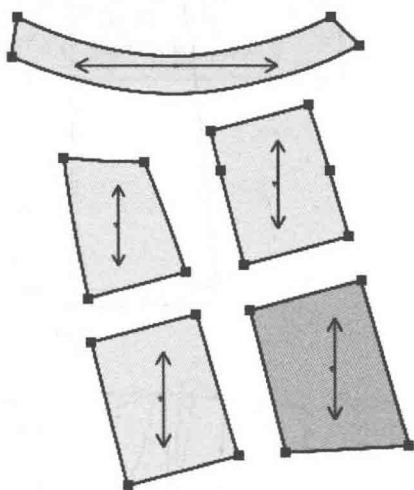
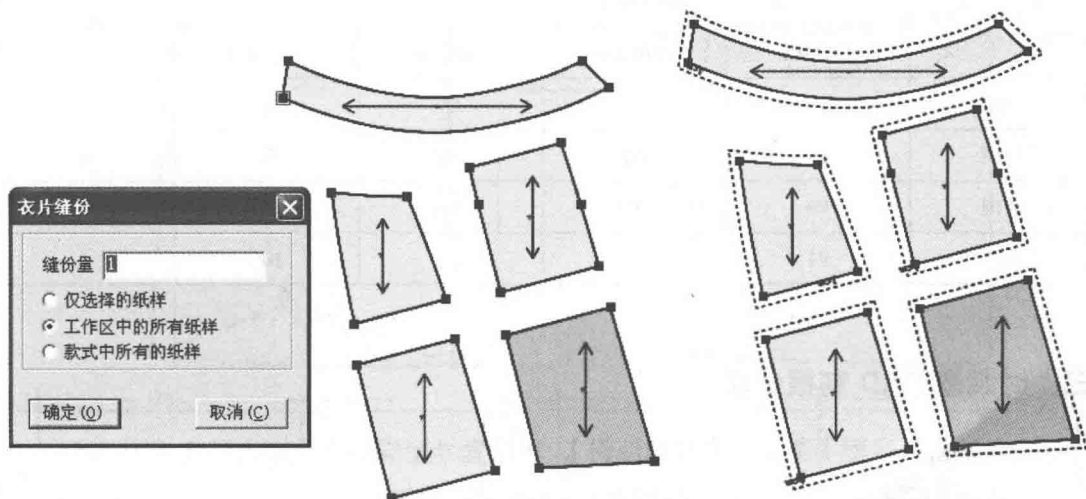

图6-58 拾取纸样
图6-59 加缝份
(9) 拾取纸样 (图 6-58)。
(10) 选择 【剪刀】工具拾取纸样的外轮廓线, 及对应纸样的省中线; 击右键切换成拾取衣片辅助线工具拾取内部辅助线。并用 【布纹线】工具将布纹线调整好。
(11) 选择 【加缝份】工具, 将工作区的所有纸样统一加 1cm 缝份 (图 6-59)。